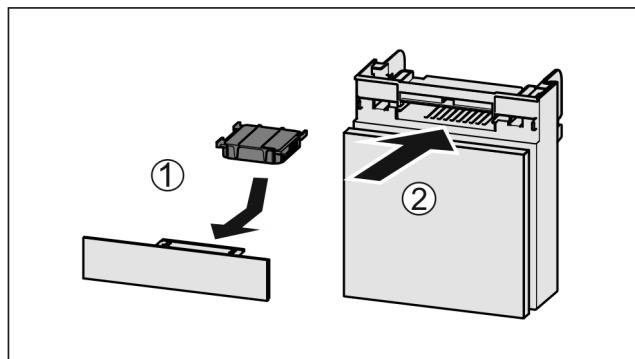

Fig. 35
- ▶ Поставете *Fig. 35 (1)* филтъра с активен въглен, както е показано на фигурата.
- ▶ Вкарайте *Fig. 35 (2)* отделението.